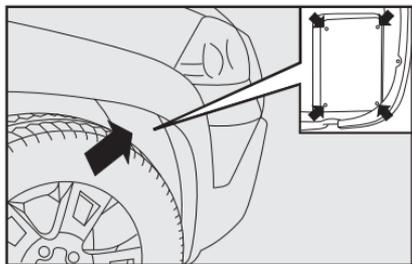

fig. 44
1) retirar a tampa de inspeção dos faróis de longo alcance, localizada no interior do vão da roda **fig. 44**, utilizando uma chave phillips nos parafusos indicados no detalhe **fig. 44**.